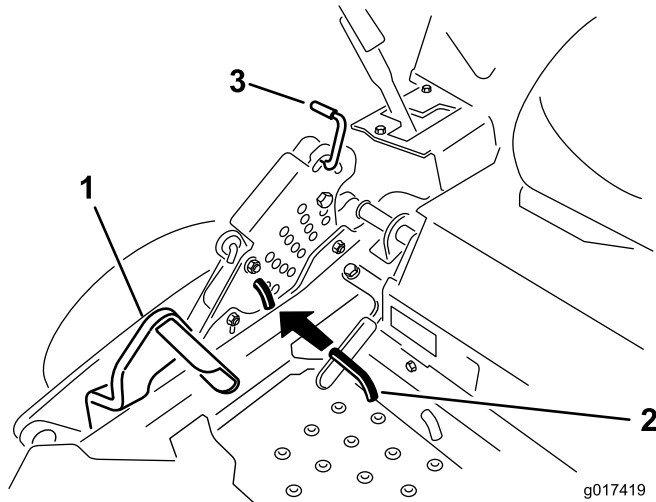

図 74
5. デッキ昇降ペダルを前方向に一杯に踏み込んでデッキを移動走行位置にロック刈高 14 cm 位置にロックする 図 74。